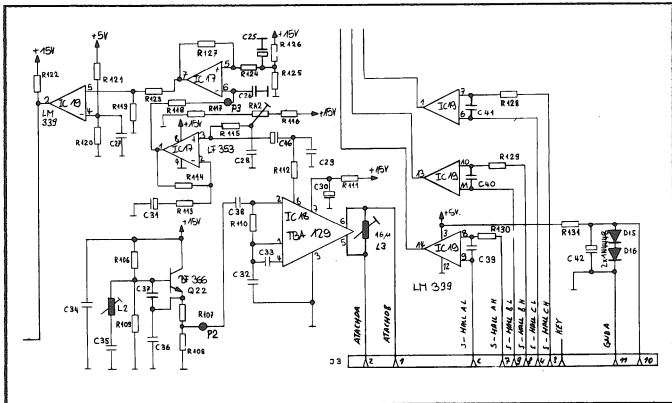

Fig. 11
- Un élément Hall signalant la position du rotor (IC19, fig. 11) par l'intermédiaire de la prise (J3).